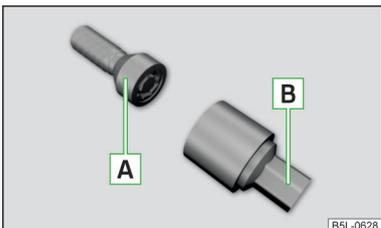

Abb. 150
Die Anti-Diebstahl-Radschrauben schützen die Räder vor einem Diebstahl. Diese lassen sich ausschließlich mit dem Aufsatzstück B » Abb. 150 lösen/festziehen.
- Das Aufsatzstück B » Abb. 150 bis zum Anschlag auf die Anti-Diebstahl-Radschraube A stecken.
- Den Radschlüssel bis zum Anschlag auf die Radschraube stecken. Für die Anti-Diebstahl-Radschrauben das zugehörige Aufsatzstück verwenden » Abb. 150 auf Seite 140.